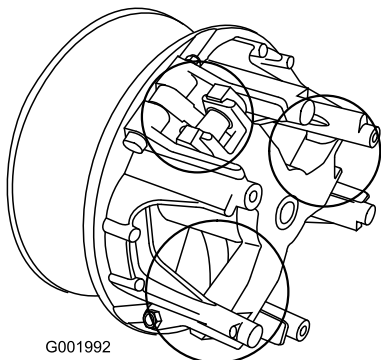

Bild 60
- Schmieren Sie die beweglichen Teile in den Bereichen, die in Bild 60 eingekreist sind, mit Toro Dry Lubricant Spray ein. Sie erhalten den Spray von Ihrem Toro Vertragshändler oder Distributor.